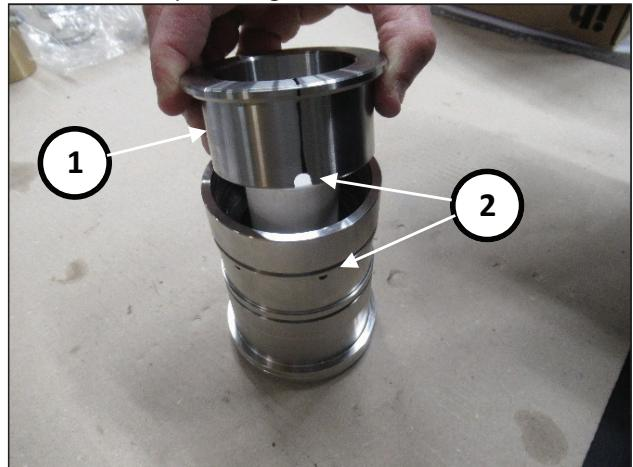

Fig. 177
Insira o anel externo da ferramenta cód. 27945400 (pos. ①, Fig. 177) orientando as aberturas em correspondência com os furos da camisa (pos. ②, Fig. 177).